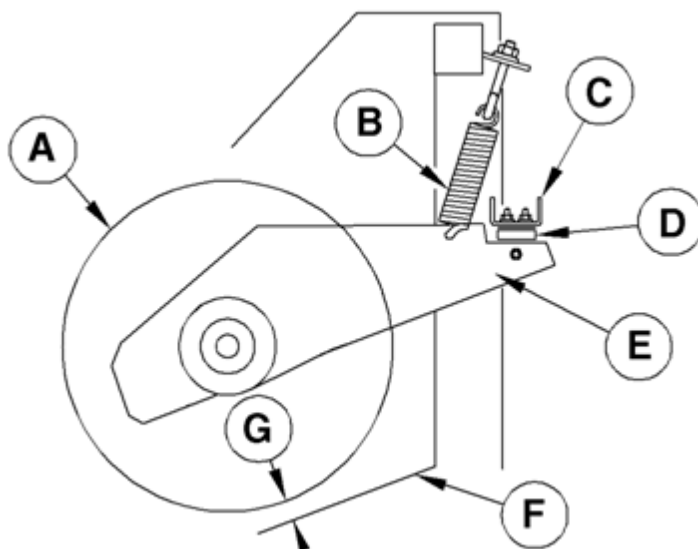

Рисунок 11 – Регулировка положения подающего шнека
Когда кронштейн подающего шнека (E) (рис. 11) лежит на резиновом упоре (D), расстояние (G) между торцом лопасти шнека (A) и днищем (F) должно составлять  $20\pm 5$  мм.